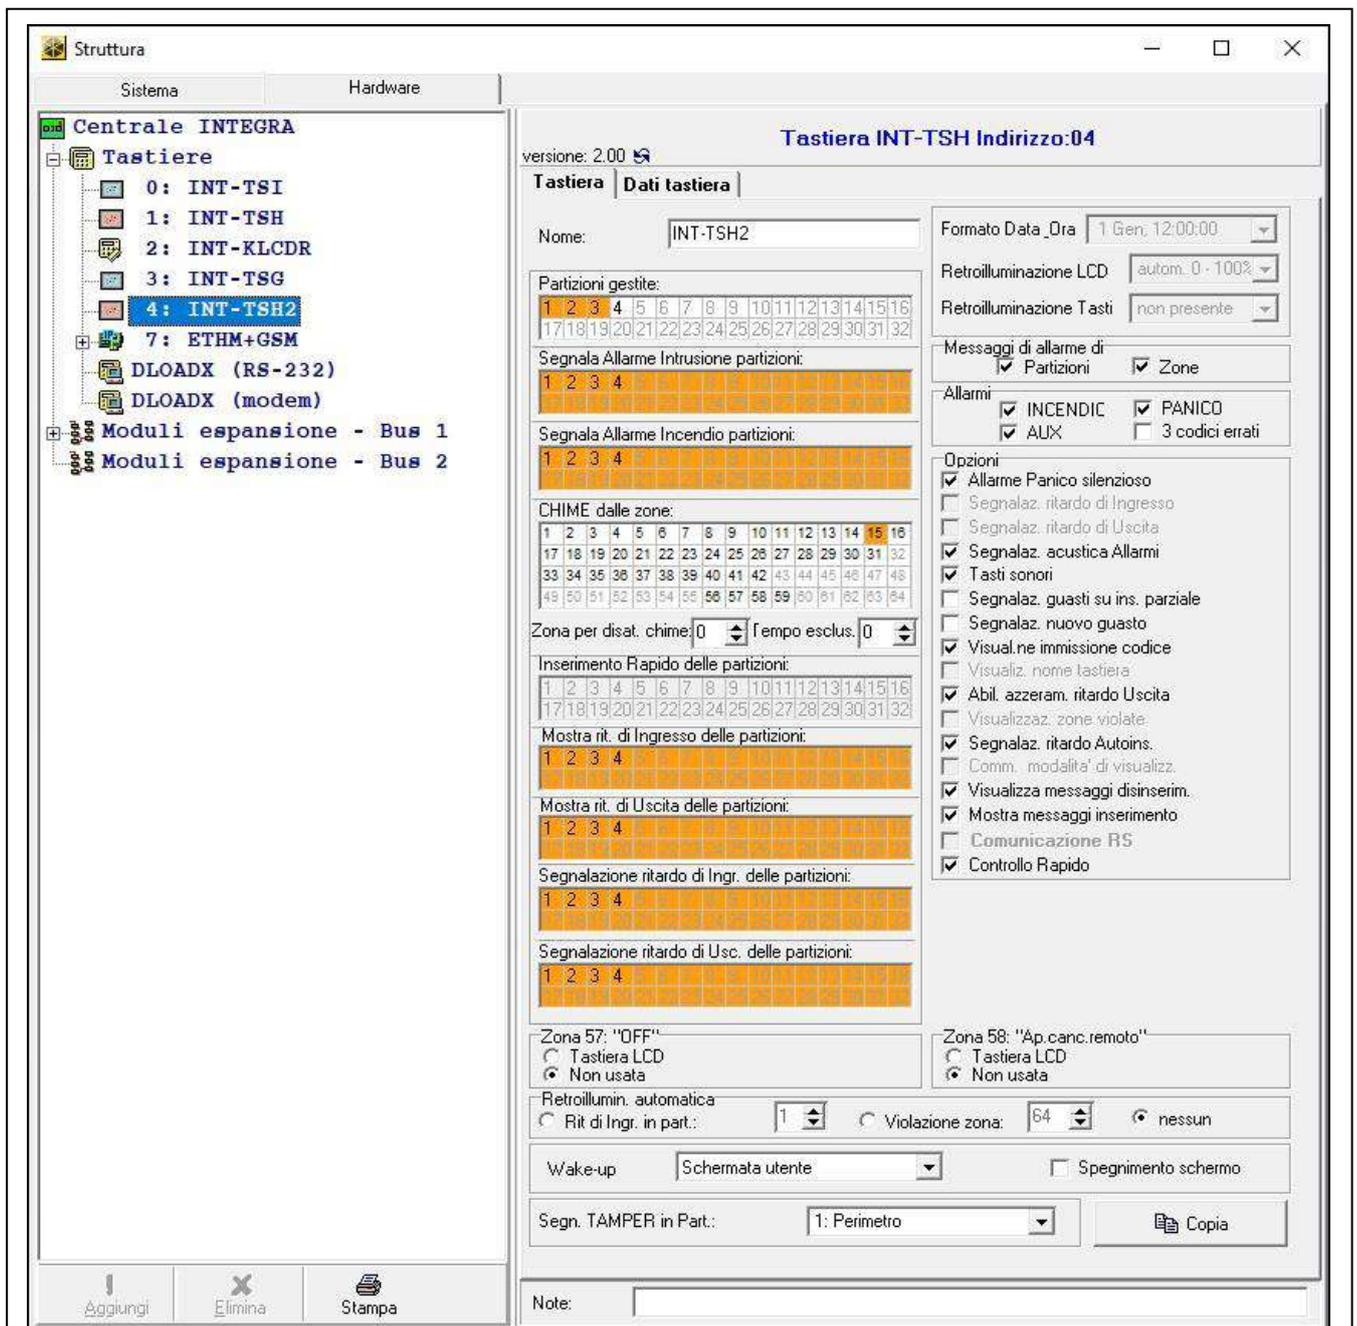

Fig. 13. Software DLOADX: tastiera nel sistema INTEGRA – scheda "Tastiera" (esempio impostazioni).
- software DLOADX: →finestra "Struttura" →scheda "Hardware" →ramo "Tastiere" →[nome della tastiera] (Fig. 13).